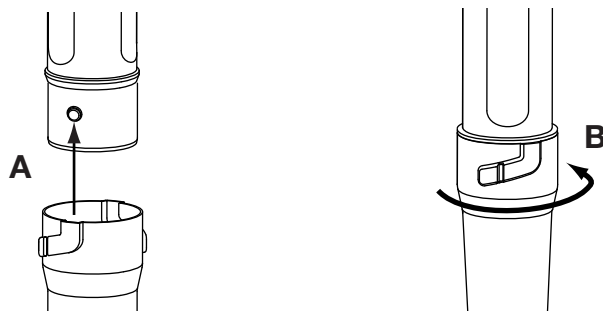

Fig. 4
4. Alinee la ranura de tope del extremo superior de la boquilla con el tope del extremo inferior del tubo inferior de la sopladora (Fig. 4, A).
5. Inserte el tope del tubo inferior de la sopladora en la ranura de tope de la boquilla (Fig. 4, A).
6. Haga girar la boquilla en el sentido de las agujas del reloj alrededor del tubo inferior de la sopladora hasta que el tope de la boquilla del concentrador caiga en su lugar (Fig. 4, B).